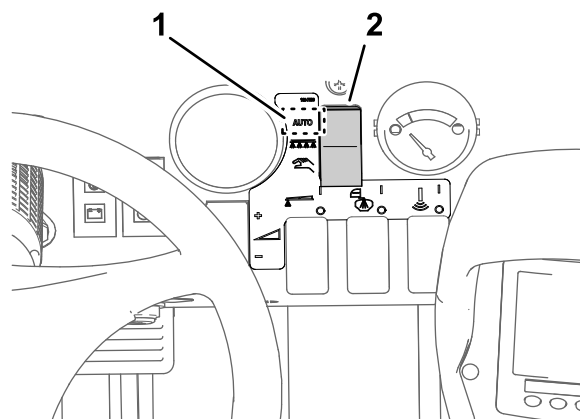

Bild 29
3. Stellen Sie die Taste für den Sprühmodus auf den Dosierungsmodus (Bild 29).